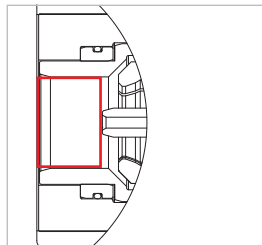

Figure 18
- ▶ Avant de mesurer le taux de fuite, il est impératif de rincer les parties suivantes du produit WEH® à l'air comprimé ou à l'azote (*Figure 18*) :